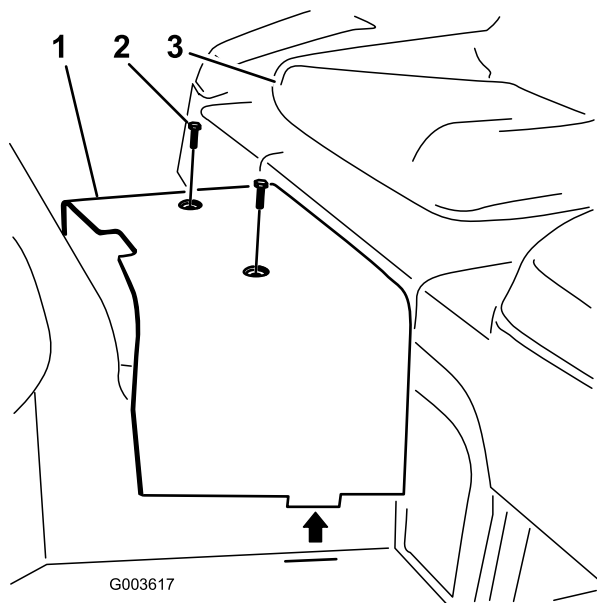

图 7
- 拧掉将中央护罩固定到机器的 2 个螺丝图 7。拆下并保留护罩。